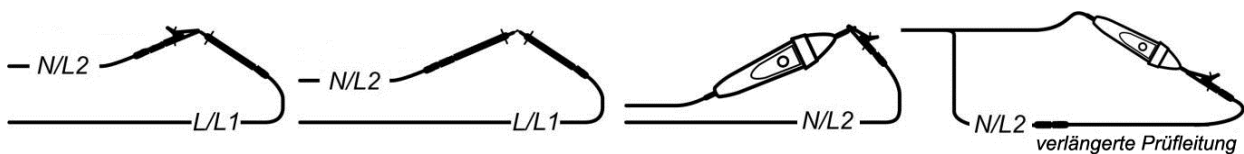

Abbildung 5.13: kurzgeschlossene 3-Leiter-Prüflleitung und optionale Commander-Prüflspitze (044155)
- Schließen Sie die Prüflleitungen an das Prüfgerät und schließen Sie die Prüflleitungen kurz (siehe Abbildung 5.13).